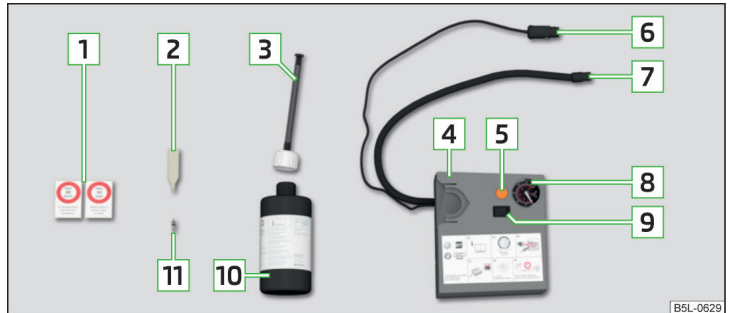

Abb. 163 Prinzipdarstellung: Bestandteile des Pannensets
Bestandteile des Sets » Abb. 163
➤ Den entsprechenden Aufkleber **1** » Abb. 163 auf Seite 168 auf die Schalttafel im Sichtfeld des Fahrers kleben.
- Die Reifenfüllflasche **10** » Abb. 163 auf Seite 168 einige Male kräftig hin und her schütteln.
- Den Reifenfüllschlauch **7** » Abb. 163 auf Seite 168 des Luftkompressors fest auf das Reifenventil schrauben.